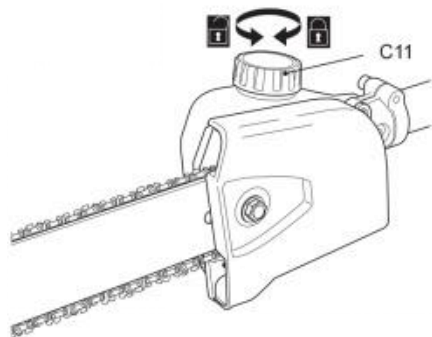

Fig. 16
2) Svitare e togliere il tappo del serbatoio dell'olio (C11) (Fig. 16), quindi aggiungere lubrificante idoneo nel serbatoio. Si consiglia di utilizzare olio per catene ecologico specifico per l'uso con questo prodotto.